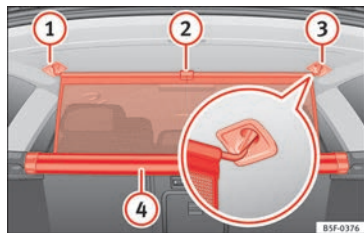

Fig. 167 Dans le coffre à bagages : attacher le filet de séparation.
- Tirez la languette » fig. 167 ② vers le haut pour sortir le filet du boîtier ④.
- Attachez le filet de séparation au côté droit ③ (image élargie).
- Attachez le filet de séparation dans le logement du côté gauche ① en étirant la tringle.